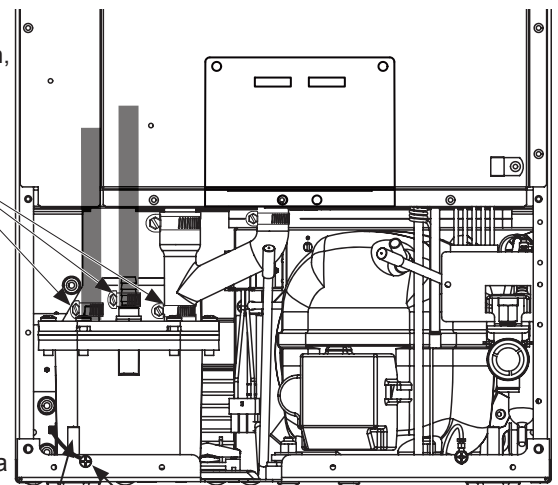

Figura 51
4. Desmonte las 3 abrazaderas de manguera y retire las 3 mangueras de la parte delantera de la bomba de drenaje (vea la Figura 51).
5. Desenrosque la pata niveladora de la esquina posterior hasta que el extremo de la parte roscada quede al ras con el inserto roscado de la base (vea la Figura 51).
6. Gire la bomba de drenaje y retírela de la máquina de hielo (vea la Figura 55). Probablemente sea necesario desconectar el cable de tierra de la pestaña posterior del gabinete (vea la Figura 51).